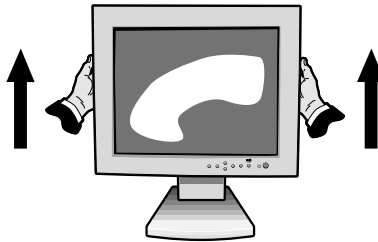

Figure R.1
Pour lever l'écran, placez vos des deux côtés de l'écran et levez (Figure R.1).
2. Saisissez le moniteur des deux côtés et levez-le en hauteur maximum (Figure R.1).